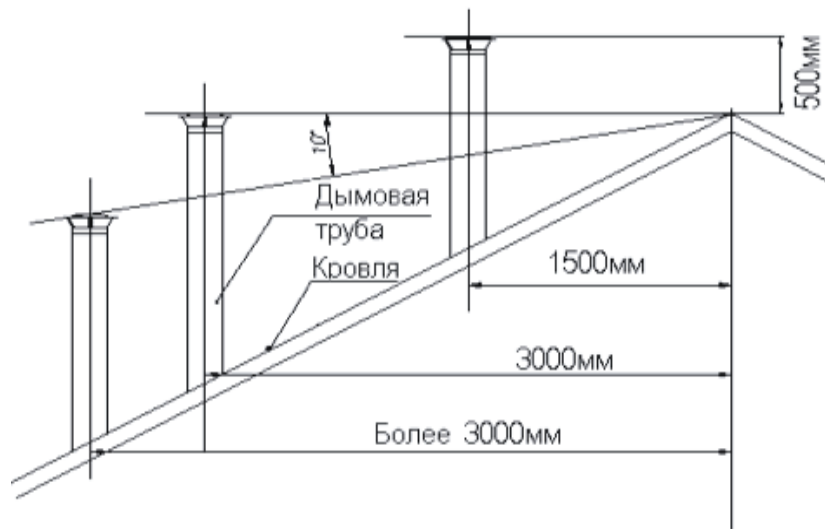

Рис.4. Определение высоты наружной части дымовой трубы
6.8. Возвышение дымовых труб над кровлей следует принимать (см. рис. 4):
7.15. В соответствии с вышеперечисленными требованиями к дымоотводящим каналам и (рис.4) настоящего руководства, определить высоту дымовой трубы, гарантирующую стабильность тяги. Закончить сборку, установив последний «сэндвич», а на него - зонт-оголовок или дефлектор.